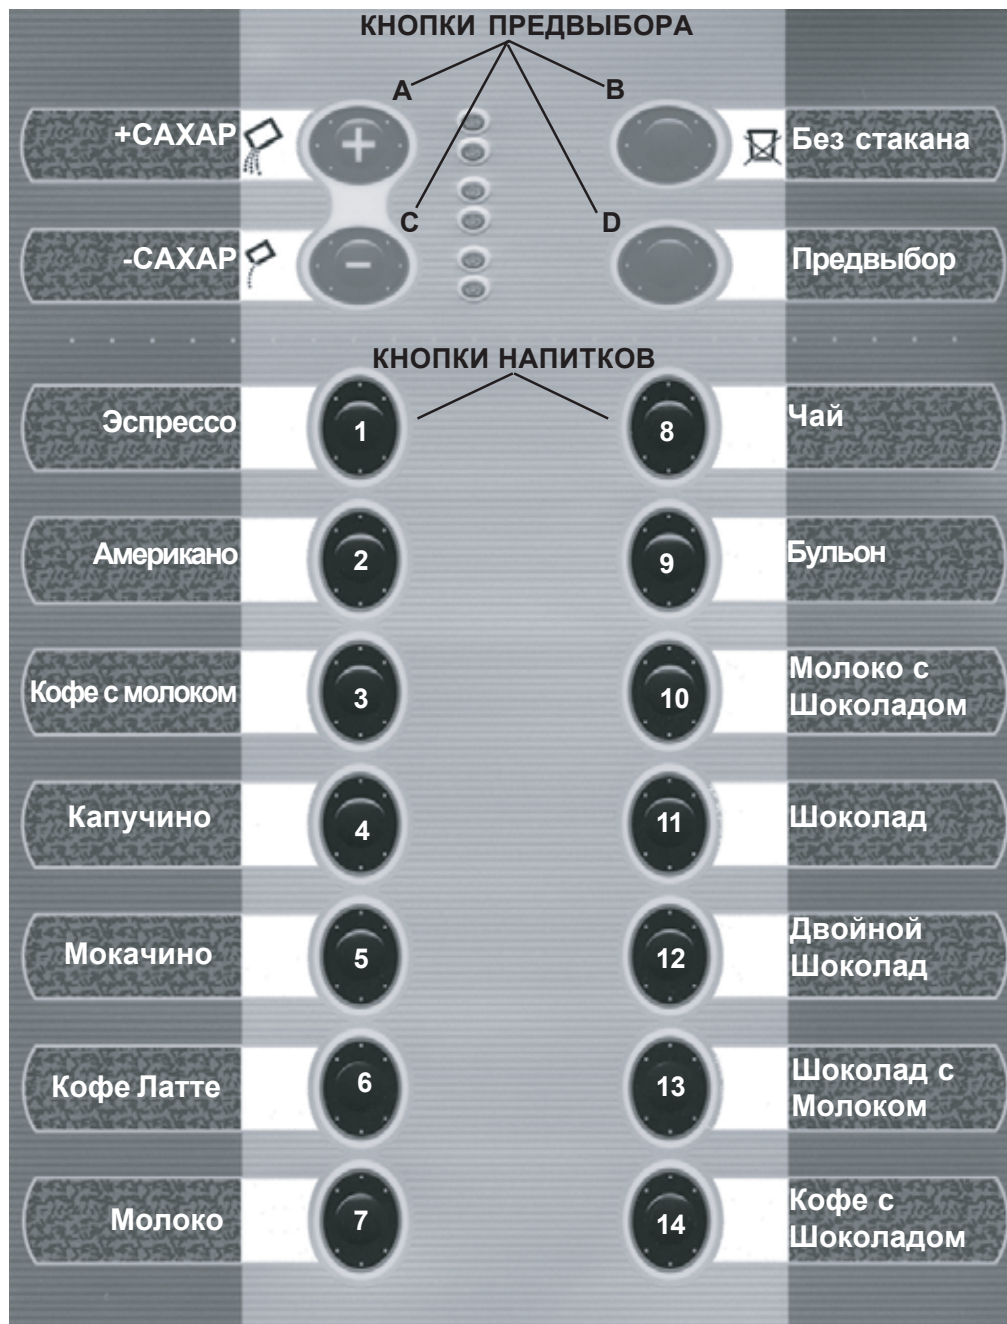

рис.42
- Этикетки с названиями и ценами напитков должны быть вставлены в специальные слоты в соответствии с рис. 42
Для навигации по меню программирования используются некоторые кнопки на внешней панели торгового автомата (рис. 42), как то:
Клавиатура (рис. 42)